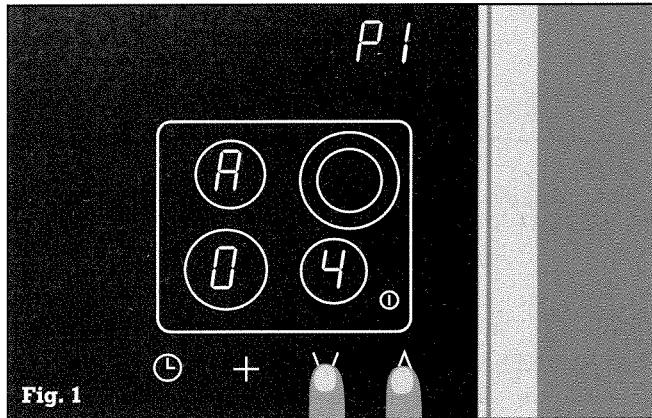

Fig. 1
- Digitate i simboli \vee e \wedge quando il fornello è acceso. L'apparecchio emette un segnale acustico. Tenete premuto il dito per alcuni secondi finché non risuona un secondo segnale acustico e $P1$ non si accende sul display del timer. Togliete le dita dai simboli. Sul display delle zone di cottura appare $R04$; questo indica che è stato impostato un tempo d'avviamento cottura di 4 minuti (fig. 1).